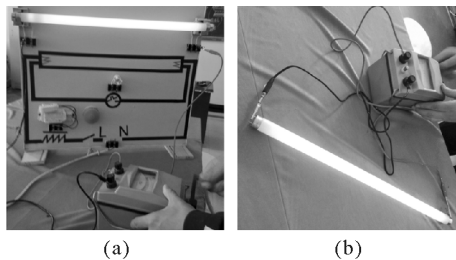

图 6 检测灯管
绝缘电阻表的红色检测线(L) 鳄鱼夹和黑色检测线(E) 鳄鱼夹分别夹住灯管两侧的引脚如图 6 所示;当以每分钟 120 转的转速沿顺时针旋转绝缘电阻表的摇把时,如果灯管发出白色的光,实验表明灯管没有漏气其性能完好,反之灯管漏气损坏.